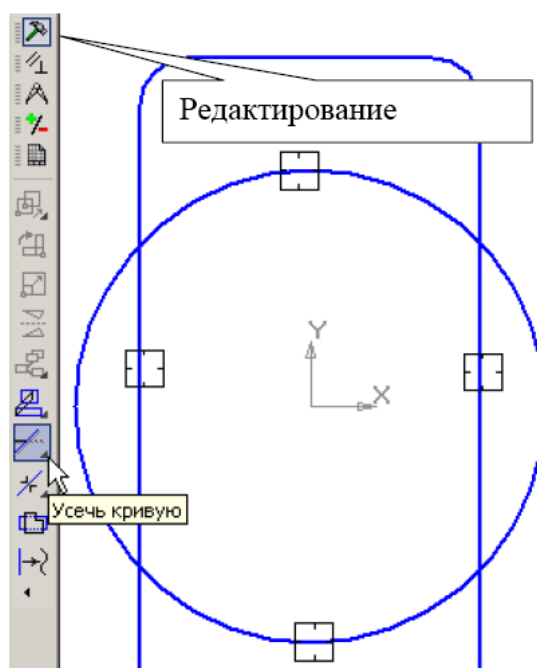

Рис. 5
3. Самостійно побудуйте коло: основною лінією без осей, з центром в початку координат, радіусом 80 мм, рис. 5.
4. Для видалення зайвих ліній на панелі **Редактирование**  (рис.5) зробіть активною команду **Усечь кривую** . Натисніть на зайвих ділянках ліній лівою кнопкою миші, рис. 5. Зайві лінії будуть видалені. Виконайте центрову лінію для кола (на панелі **Обозначения** – **Обозначение центра** ).